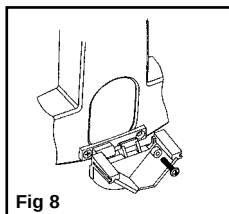

Fig 8
2. Repliez le miroir vers le bas et faites le coulisser vers la droite pour révéler le trou de fixation. ajustez ensuite la barre de montage avec la vis à tête cylindrique et la rondelle spéciale fournie (Fig. 8).